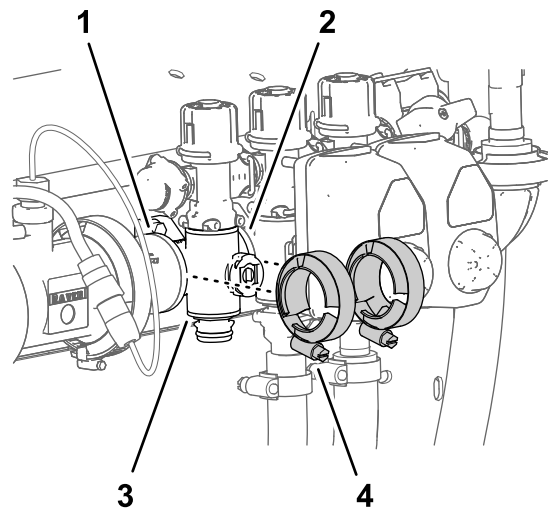

Figure 125
4. Fixez légèrement les colliers bride que vous avez déposés à la section Dépose de la vanne de section du collecteur \(page 89\) sur les brides du collecteur de vanne de section et les brides des autres vannes de section et/ou adaptateur d'accouplement (Figure 125).
7. Serrez les 2 colliers bride à la main (Figure 125).